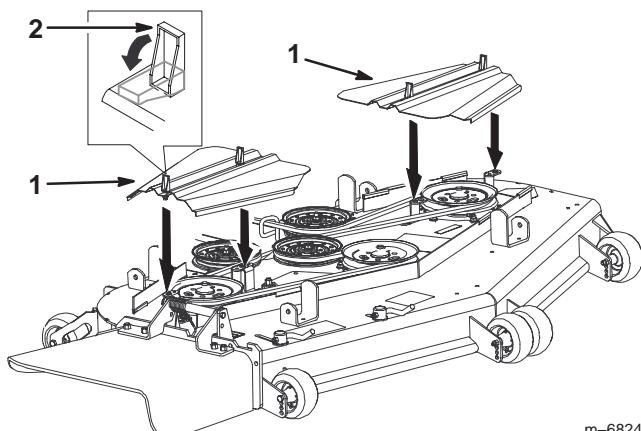

Figure 68
- Déposez les couvercles de la courroie (Fig. 68).
7. Posez et verrouillez les couvercles de la courroie (Fig. 68).